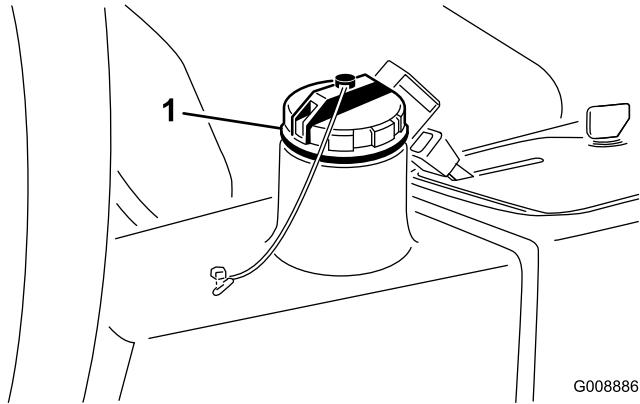

Figura 64
- Encha o reservatório (Figura 64) com aproximadamente 13,2 l de fluido hidráulico; consulte a secção Verificação do sistema hidráulico.